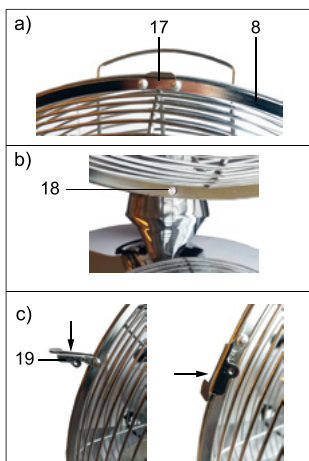

Fig.84: Montarea grilajului de protecție anterior
18. Împingeți grilajul de protecție superior (8) cu inelul de agățare (17) deasupra marginii grilajului de protecție inferior. Fig. 84 a).
19. Verificați dacă ambele fante ale alezajelor (18) sunt așezate la același nivel, una peste cealaltă, în cadrele ambelor grilaje de protecție. Fig. 84 b).
20. Împingeți cele 4 cleme de blocare (19), care se află lateral pe grilajul de protecție superior, deasupra cadrelor celor două grilaje de protecție. Fig. 84 c).
21. Împingeți șuruburile în cruce cu cap semirotund (8a) prin fantele alezajelor (18) de la grilajul de protecție superior și inferior.